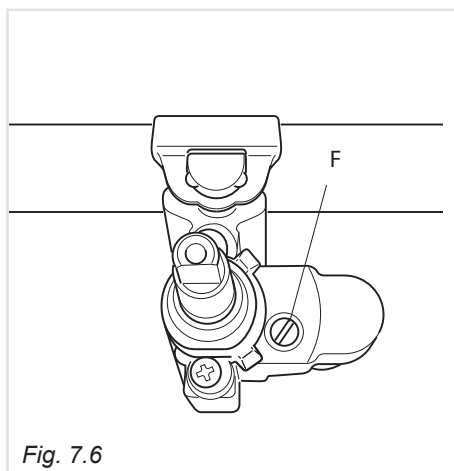

Fig. 7.6
- Togliere la manopola ed agire sulla vite "F" (fig. 7.6) fino ad ottenere la fiamma desiderata.